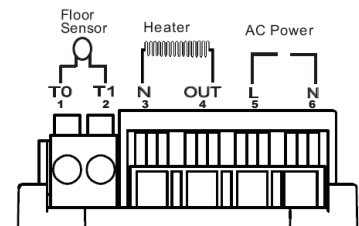

Рис. 2
- В пружинных гнездах клеммника (рис.2) синего цвета №1 (T0) и №2 (T1) зафиксируйте (при помощи кнопок желтого цвета) концы соединительных проводов датчика 1° пола. Полярность этих проводов значения не имеет.